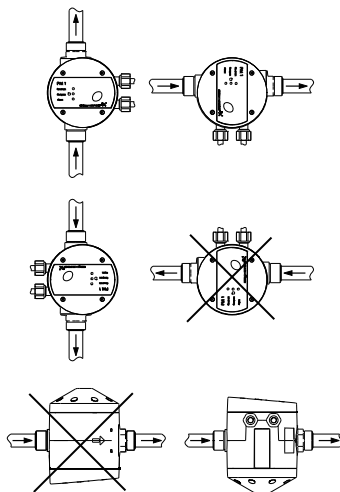

Fig. 3 Monteringspositioner
**Forsigtig** For at undgå at der trænger vand ind i enheden, må enheden ikke monteres så kabeltilslutningerne vender opad. Se fig. 3.